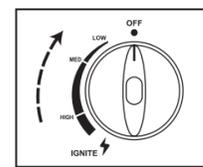

Fig 9
- Переведите переключатель в положение «OFF» («Отключено») (смотрите рис.9).